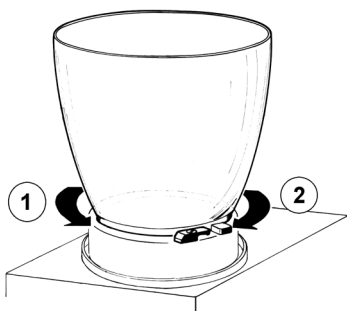

figure 2
- 4 Retirez le conteneur en le faisant tourner (1) dans le sens contraire des aiguilles d'une montre (voir figure 2).
2 Remontez le joint du conteneur. Remontez le conteneur en le tournant dans le sens (2) des aiguilles d'une montre. Pour faciliter l'opération, mouillez le joint à l'eau (voir figure 2).